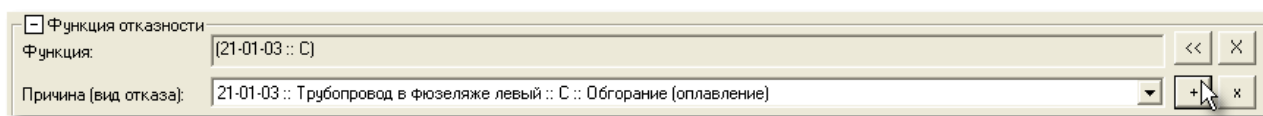

Рис. 7-41
4. Нажмите на кнопку  или , расположенную справа от поля **Причина (вид отказа)**. В результате заполнится поле **Функция** (рис. 7-41).